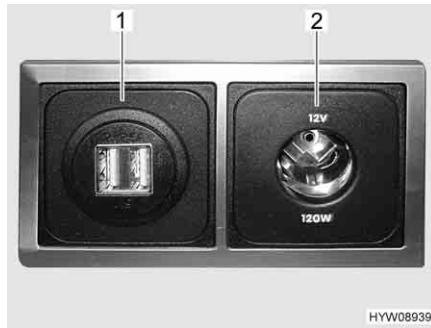

Fig. 89 Presa USB e 12 V
**Presa USB** È possibile caricare le batterie di dispositivi con corrente di carica fino a 2,5 A, collegando i dispositivi alle prese USB (Fig. 89,1).
**Presa a 12 V** Le prese da 12 V (Fig. 89,2) consentono di collegare apparecchi con consumo di corrente massimo pari a 10 A (potenza pari a 120 W).